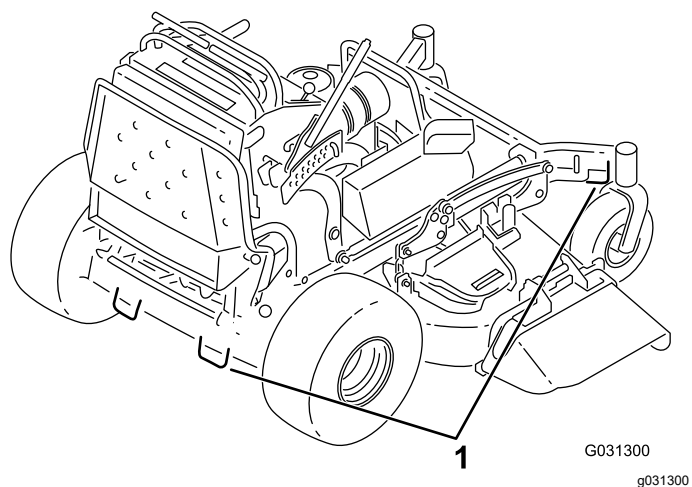

Figure 32
7. Arrimez la machine près des roues pivotantes avant et du pare-chocs arrière à l'aide de sangles, chaînes, câbles ou cordes (**Figure 32**). Reportez-vous à la réglementation locale concernant les exigences en matière d'arrimage.